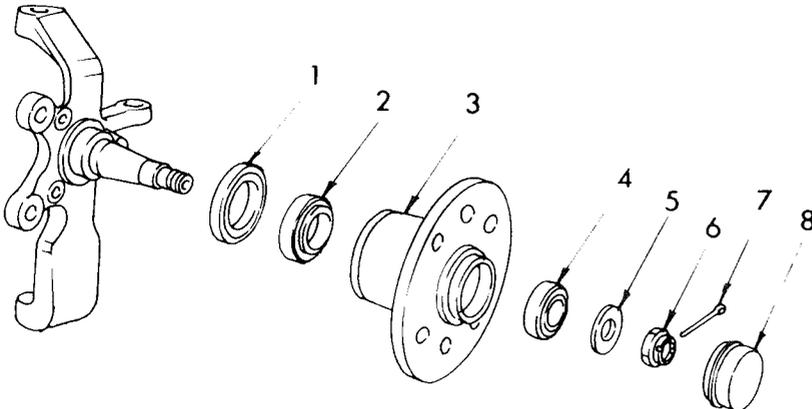

Bild 154
Unter Bezug auf Bild 154:
- Die Klinge eines kleinen Schraubenziehers gegen die Scheibe («5» in Bild 154) ansetzen, um zu kontrollieren, ob diese noch soeben bewegt